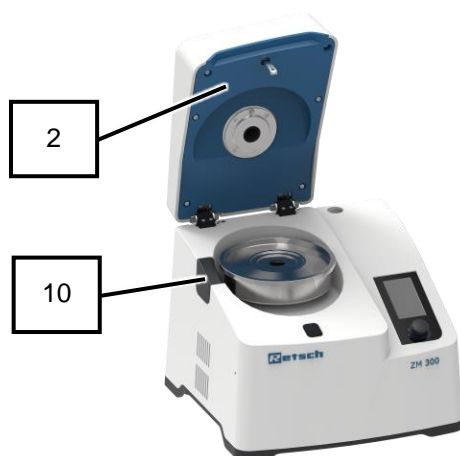

図 46: カセットと粉碎ツールが装着された状態
2. 本体カバー (2) を開けます。
3. 本体カバー (2) が開いている状態で、本機の電源スイッチを切ります。
→ 本機電源が切れていて、本体カバー (2) が開いている状態です (図 46)。
4. 本体内部 (10) に粉碎ツールとカセット (26) が装着されている場合は、取り外します (図 46)。
5. サイクロン分離器のカセット (26) 用の開口部についているゴム栓 (9) を上に引き上げて外します (図 46)。